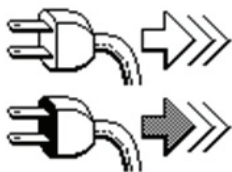

Figura 18
1. Desenchufe el cable de carga (si fuera necesario) (Figura 18). Si el cable sigue enchufado, aparecerá un recordatorio en la pantalla del VCM cuando se encienda el interruptor de llave.